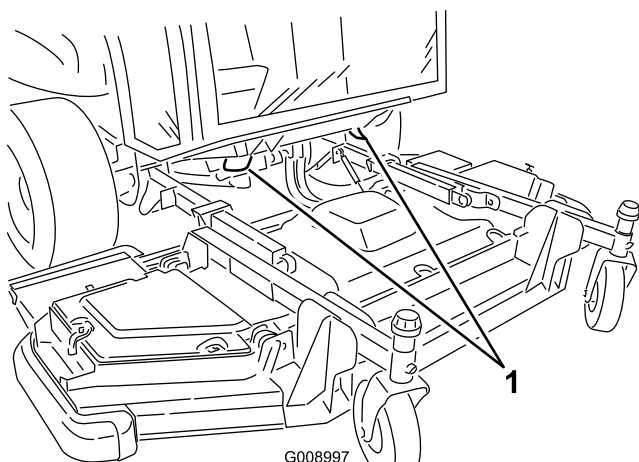

Figure 39
- Sous la plate-forme de conduite (2 emplacements) (Figure 39).